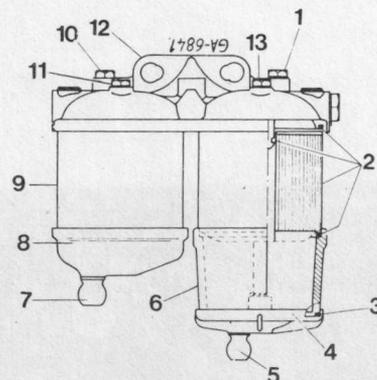

Figure 64
L'élément de filtre (2) fig. 64 est fourni complet en emballage avec ses joints d'étanchéité.
Le remplacement du filtre final (9) fig. 64 s'effectue de manière identique au filtre primaire.